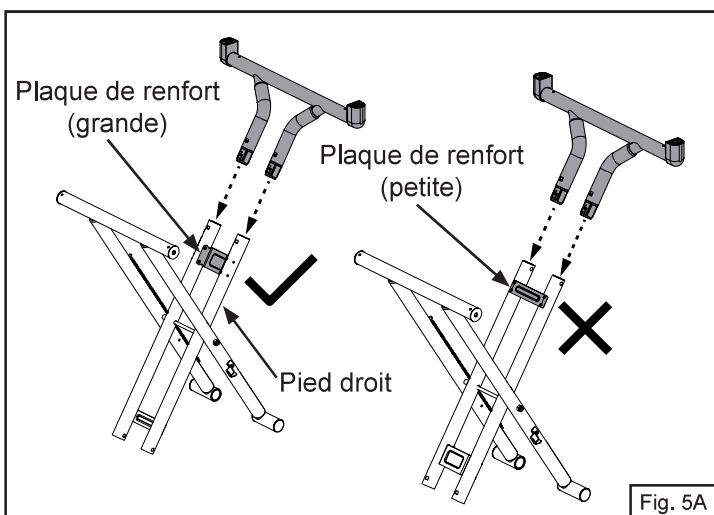
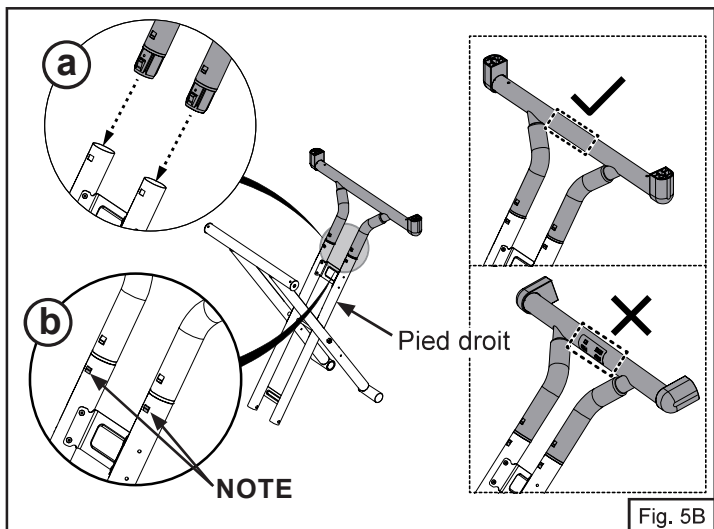

Fig. 5A
Fig. 5B
4. Insérez la poignée de tirage dans le pied droit (Fig. 5A).
5. Faites glisser la poignée de tirage dans les pieds comme indiqué ci-dessous. Continuez à la faire glisser dans le pied jusqu'à ce qu'elle se verrouille en place (étape b de la Fig. 5B).
**NOTE :** Veuillez vous référer à la Fig. 5A et à la Fig. 5B pour l'orientation correcte de la poignée de remorquage.